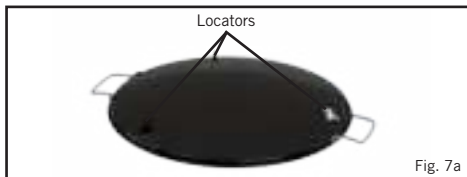

Fig. 7a
- Legg brennerfatet (F) på stamme og trefot.
- Til forberedelse av Skottel Braai til bruk plasseres den på brennerfatet (F) så alle tre posisjonspaler (V) (fig. 7a) passer til kanten på brennerfatet (F) og således sikrer stabilitet.